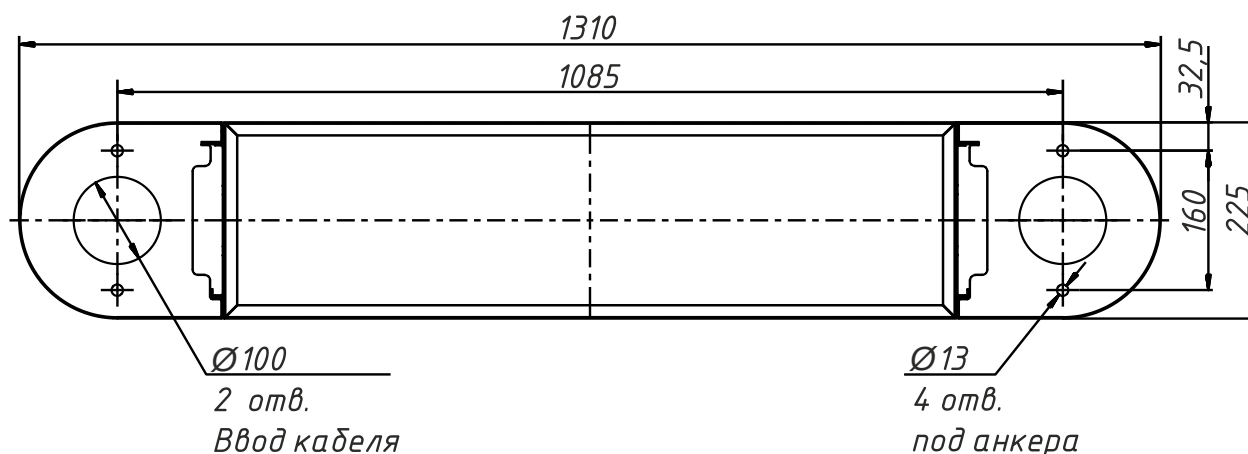

Рис. 13 – Разметка для монтажа турникета типа «трипод»
4) Произвести на поверхности площадки разметку отверстий для крепления турникета в соответствии с *рис.13*. В качестве шаблона для разметки может использоваться собственно турникет, размещенный вертикально на месте его установки.
6) При необходимости прокладки кабелей под поверхностью пола подготовьте в полу кабельный канал к зоне ввода кабелей в стойку турникета. Расположение зоны ввода кабелей указано на схеме *рис.13*.
- Место вывода кабелей должно совпадать с местом расположения отверстия на монтажной пластине турникета (Рис.13,16).